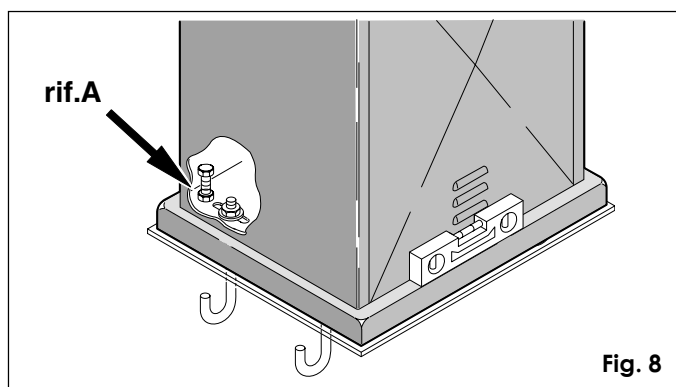

Fig. 8
- 3) Verificar la perfecta horizontalidad del actuador con ayuda de un nivel, como en la fig. 8.
Una vez instalada la cremallera, para garantizar el engrane correcto con el piñón, es conveniente bajar el motorreductor unos 4 mm (fig. 12) con ayuda de los tornillos de nivel (fig. 8 ref. A).